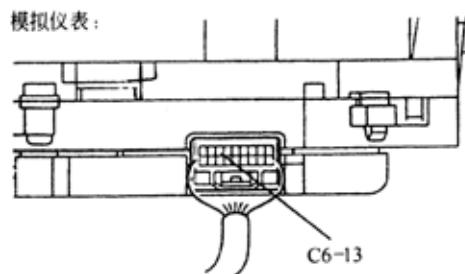
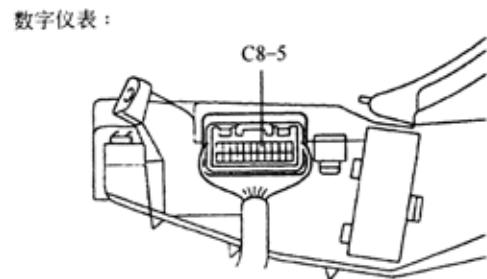

图 9-75
图 9-76
(1) 检查组合仪表总成，如图 9-75、图 9-76 所示。